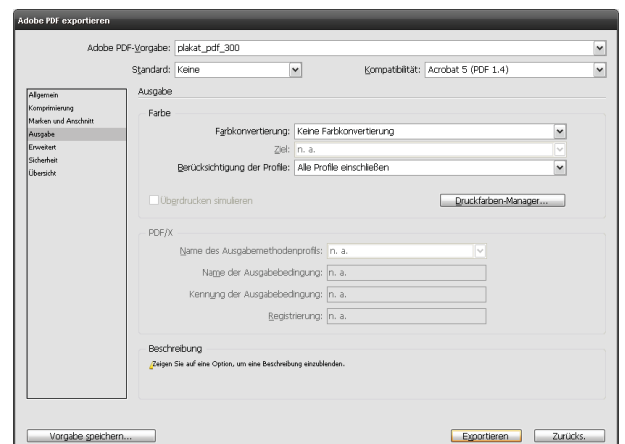

Abb. 13-41: Farbeinstellungen beim Erzeugen eines PDFs von einem Dokument mit CMYK-Farben
Zum Erzeugen eines PDF-Dokuments für die hochwertige Druckausgabe ist prinzipiell das beste Programm zu wählen, das verfügbar ist. Wenn möglich sollte also das APP (Abb. 13-41) jedem anderen PDF-Maker vorgezogen werden, da dieses Programm sicher mit Profilen umgehen kann.
- FARBE: *keine Farbkonvertierung, alle Profile einschließen* (Abb. 13-41).
- bei Dokumenten mit CMYK-Farben den Postscript-Treiber verwenden, um zuverlässige Ergebnisse zu erhalten, ist allerdings Voraussetzung, dass alle Profile, insbesondere die, mit denen die CMYK-Farben separiert wurden, in der PDF-Datei eingebettet sind (vgl. Abb. 13-41).